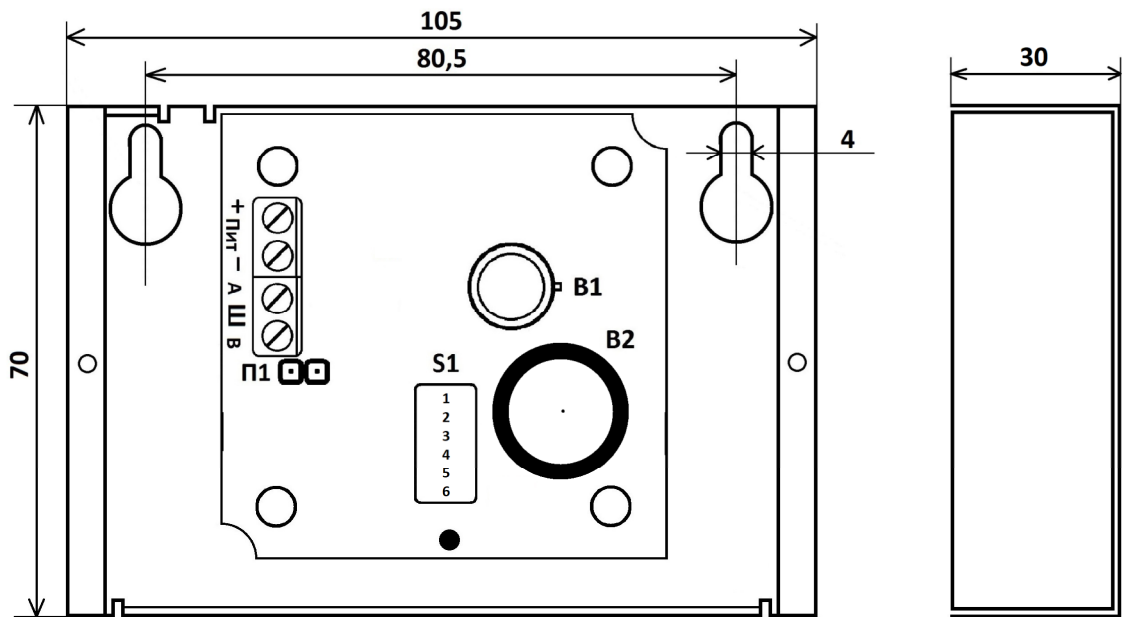

Рисунок 1 - Габаритные и установочные размеры сигнализатора ДГ-1 в металлическом корпусе со снятой крышкой
б) установить переключатели «1» - «6» блока переключателей S1 (см. рисунок 1) в положения, соответствующие адресу сигнализатора в расширенной системе;
в) установить перемычку (из комплекта поставки) в гнезда П1 (см. рисунок 1).
д) подсоединить к зажимам «+» и «-» колодки зажимов ПИТ (см. рисунок 1) шлейф питания;
4.6 Установить переключатели «1» - «6» блока переключателей S1, расположенного на плате (см. рисунок 1), в положения, соответствующие адресу сигнализатора в расширенной системе; установить перемычку в гнезда П1 [см. п. 4.3, в)].